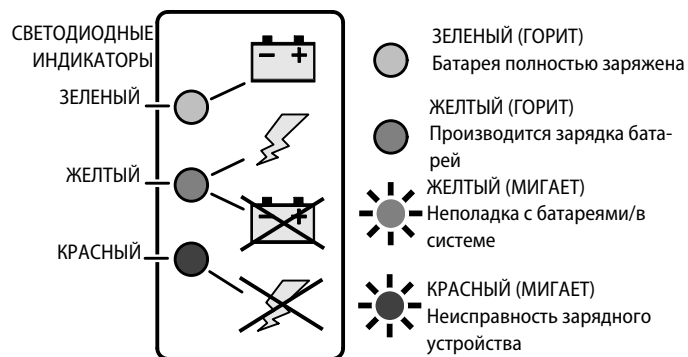

Рис. 3-12. Светодиодные индикаторы на табличке зарядного устройства
3. При включении питания производится короткая самопроверка светодиодных индикаторов зарядного устройства. Светодиодные индикаторы на зарядном устройстве аккумуляторных батарей (Рис. 3-12.) поочередно мигают в течение двух секунд. Эти светодиодные индикаторы можно увидеть через отверстие в задней панели, где проходит шнур питания переменного тока зарядного устройства.
При возникновении какой-либо неисправности во время зарядки батарей будет мигать светодиодный индикатор (ЖЕЛТЫЙ или КРАСНЫЙ) на зарядном устройстве (См. Рис. 3-12.), соответствующий типу возникшей неполадки. Для ознакомления с информацией о кодах мигания светодиодных индикаторов и их значении см. Табл. 3-1.